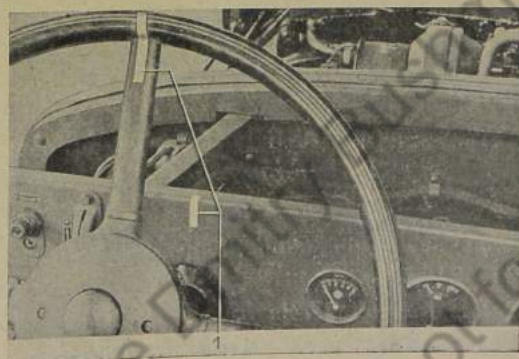

Bild 565: Lenkung genau auf Mittelstellung bringen
3. Lenkrad um die Hälfte der Gesamtdrehung zurückdrehen. Dieser Punkt ist die Mittelstellung der Lenkung (Bild 565).